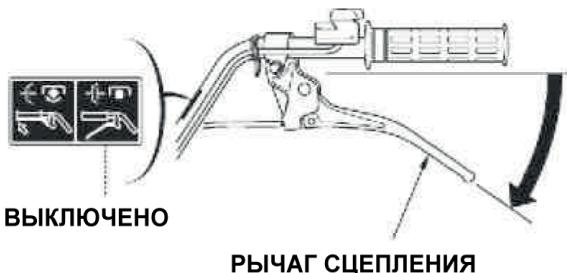

Рис. 13
- Выключите сцепление, отпустив рычаг сцепления в положение «ВЫКЛЮЧЕНО» (Рис. 13).